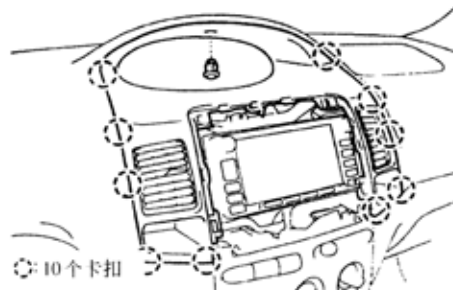

图 9-114
(2)松开 10 个卡扣，拆下仪表板装饰总成，如图 9-114 所示。